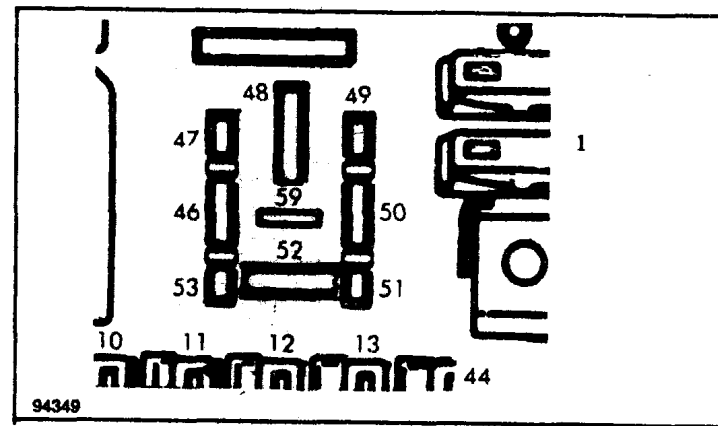

图 1-14 检查油泵继电器电路 (电子燃油喷射—F III 型控制系统)
1) 关闭点火开关, 并从继电器板上拆下油泵继电器, 然后把万用表接在继电器 48 号线与 50 号线之间 (见图 1-14), 这时万用表上的读数应该是 12 伏。